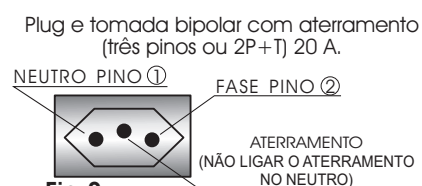

Fig.2
- 2▶Na instalação utilize tomada de três pinos com aterramento (2P + T, 20A) conforme novo padrão brasileiro, NBR 14136:2002 ligando fase/neutro ou fase/fase nos pinos laterais e o aterramento no pino central (Fig.2, pag. 8). **Nunca ligar o aterramento no neutro.**